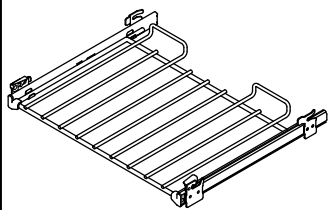

Fig. 2.15
- 2 uppsättning sidostöd (Fig. 2.15)